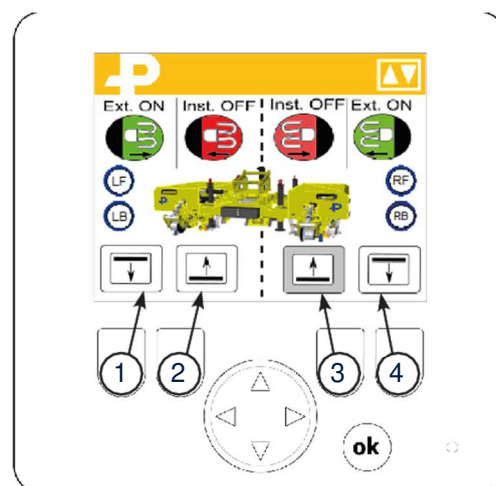

Fig 25. Soulever les outils
2. Appuyez sur les boutons 2, 3 Fig 25 et maintenez l'appui pour soulever les outils des deux côtés.
4. Sur le panneau de commande : Appuyez sur les boutons 1 et 4 Fig 25 et maintenez l'appui pour abaisser les outils des deux côtés. Vérifiez systématiquement que les outils sont en position en maintenant le bouton enfoncé un peu après que l'outil a atteint sa position.